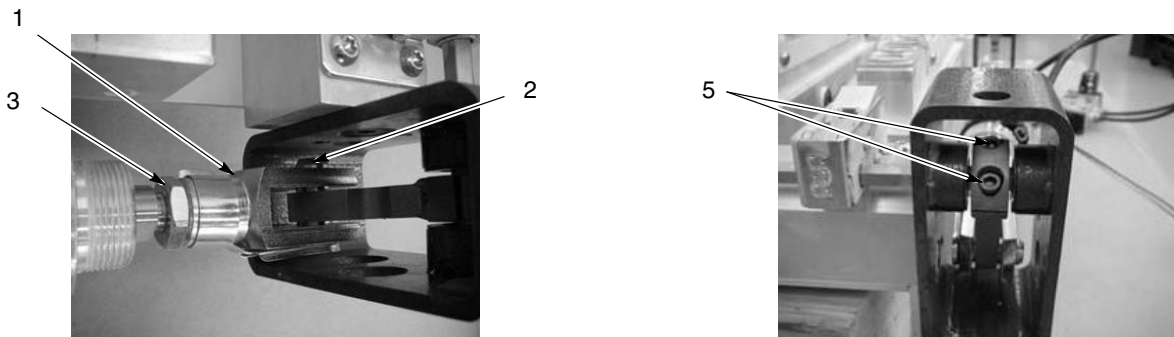

Abb. 8-5 Klemmzylinder ersetzen
2. Siehe Abb. 8-5. Luftschläuche von den Durchflussregelventilen des Zylinders trennen.
5. Die Ösenbolzenclips (2) aufklappen und beide Ösenbolzen und Hebel abnehmen.